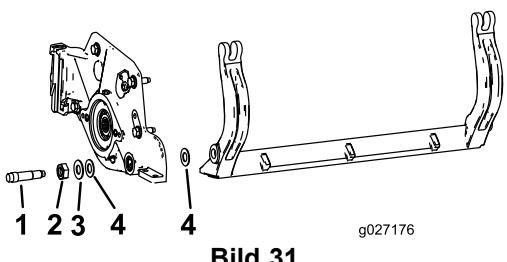

Bild 31
**Hinweis:** Bewahren Sie die zwei Nylonscheiben und die Scheibe aus gestanztem Stahl an jedem Ende des Untermesserträgers auf (Bild 31).
**Hinweis:** Legen Sie eine Nylonscheibe auf jede Seite des Seitenplattenansatzes. Legen Sie eine Stahlscheibe außen auf jede äußere Nylonscheibe (Bild 31).
**Hinweis:** Die Scheiben innen können einen Abstand aufweisen (Bild 31).